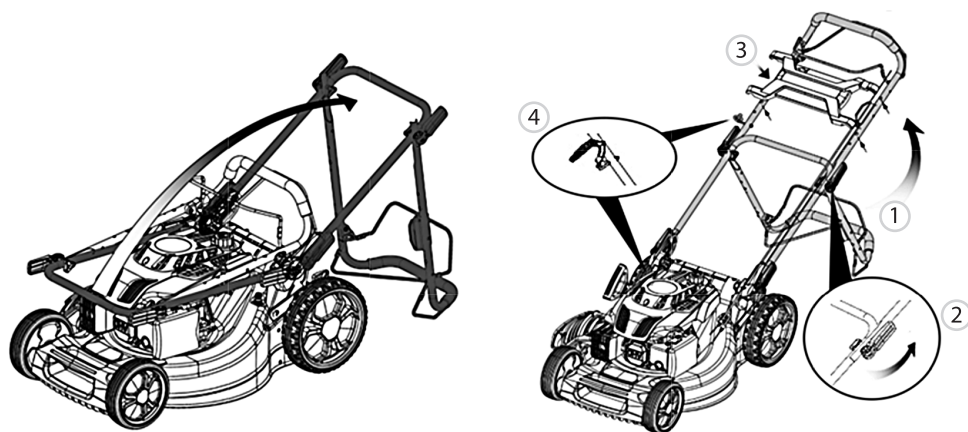

Рис. 4
**Для модели GLD-520SP.** Отведите назад установленную нижнюю часть рукоятки, как показано на рисунке 4. Присоедините верхнюю часть рукоятки к нижней части рукоятки с помощью комплекта крепежа (рис. 4). Зафиксируйте тросы управления пластиковым фиксатором из комплекта.